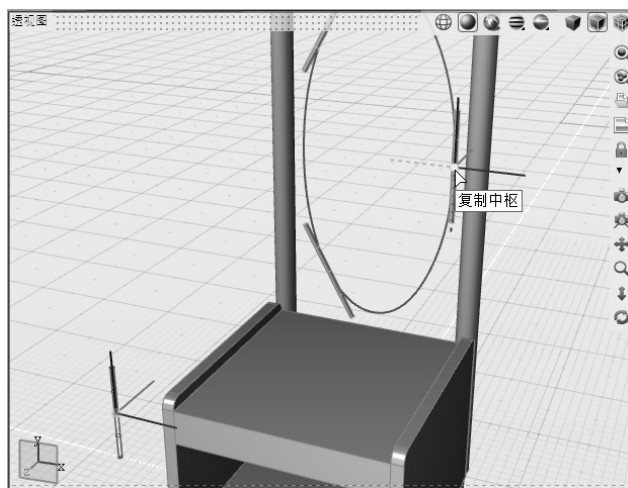

图 5-31 找到亮蓝色编辑点（复制中枢）
3) 选择复制对象，切换至“编辑参数”模式，此时可以观察到两个亮蓝色的编辑点，一个位于源对象上，另一个位于复制对象上，如图 5-31 所示。